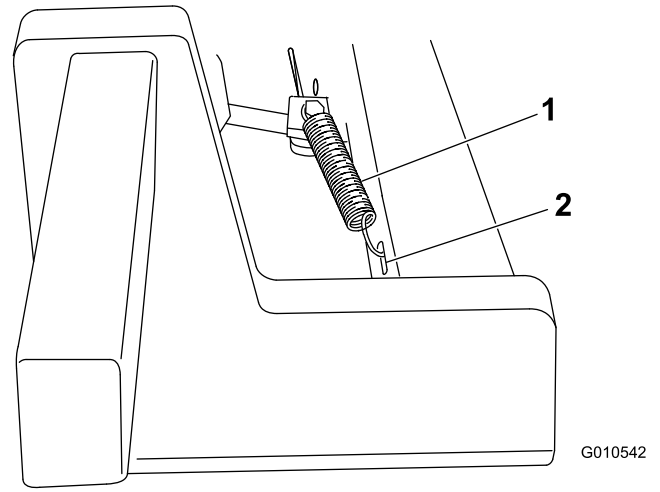

Figura 4
6. Retire las chavetas de los pernos que sujetan los tirantes de los frenos y las horquillas, y deseche las chavetas. Sin retirar el perno, instale el extremo corto del muelle en el taladro del perno para sujetar las piezas entre sí. Enganche el otro extremo de los muelles en los taladros alargados de los brazos de elevación (Figura 4).